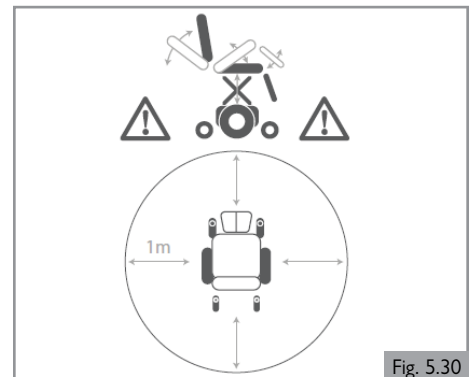

Fig. 5.30
4. Al igual que con todas las piezas móviles, procure no atraparse los dedos. (Fig. 5.30)